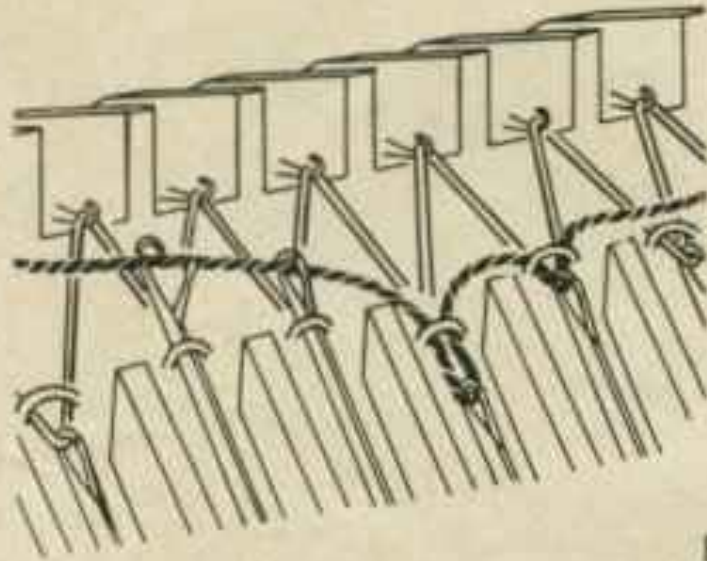

Fig. 62
**Auf dem vorderen Bett** die 4. bis 7. Nadel (4 Nadeln) hochschieben, bis die Maschen hinter den offenen Zungen liegen. Ein Stück fremden Fadens über die offenen Nadeln legen, dann jede Nadel einzeln von Hand abstricken: Nadel zurück bis Masche über den Nadelkopf herabgleitet (Nadel in Arbeitsstellung), Fig. 62.